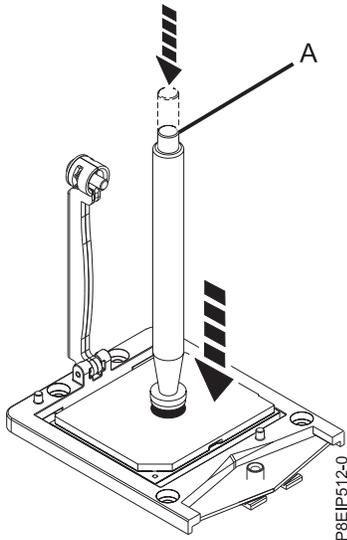

図 66. 取り外しツールをシステム・プロセッサ・モジュールの上を下ろす
7. 真空ペン・ツールを、取り付けるシステム・プロセッサ・モジュールの上を下ろします。ペン (A) の上部を完全に押し込み、ペンをプロセッサ・モジュールの中央に保持します (図 66 を参照)。ペンの上部を放して、ペンをプロセッサ・モジュール上に固定します。